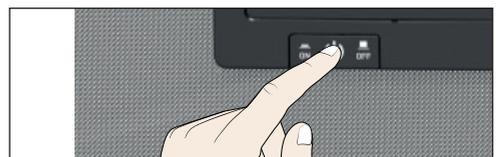

Abb. 23 Gerät ausschalten
3. Gerät am Hauptschalter ausschalten (Abb. 23).